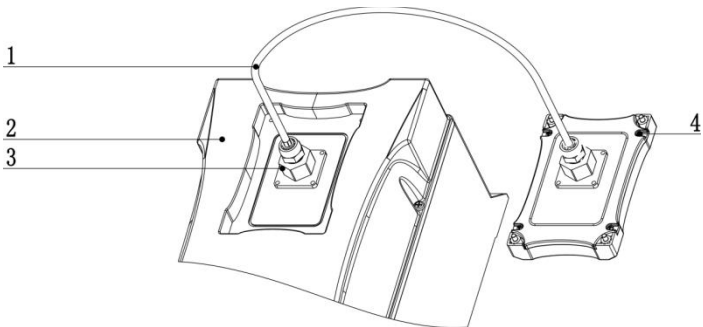

图 1-3 远控线外形及结构部件图
2、远控线接线外观及接线方法：如图 1-3 远控线外形及结构部件图。